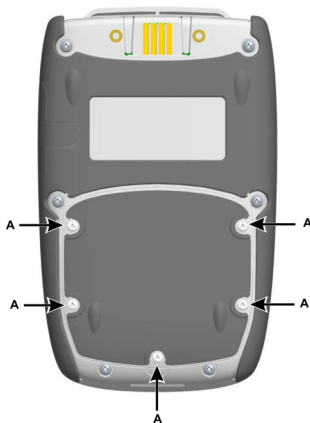

Fig 1, visning bakfra
1. Fjern de fem Pozidriv-skruene (**A**) (Ref: Fig 1, visning bakfra).